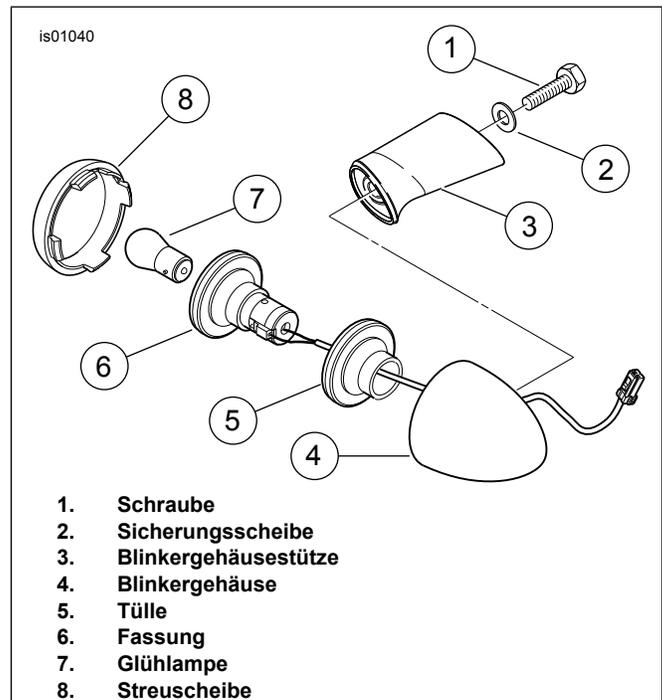

Abbildung 1. Ausbau des Originalblinkers
2. Siehe Abbildung 1. Die Streuscheibe (8) vom hinteren Blinkergehäuse (4) entfernen. Die Glühlampe (7) aus der Fassung (6) des Reflektors entfernen.
6. Siehe Abbildung 1. Die linken Blinker-Glühlampen (7) in die Fassung (6) einbauen. Die Streuscheiben (8) in die linken Blinkergehäuse (4) einbauen.